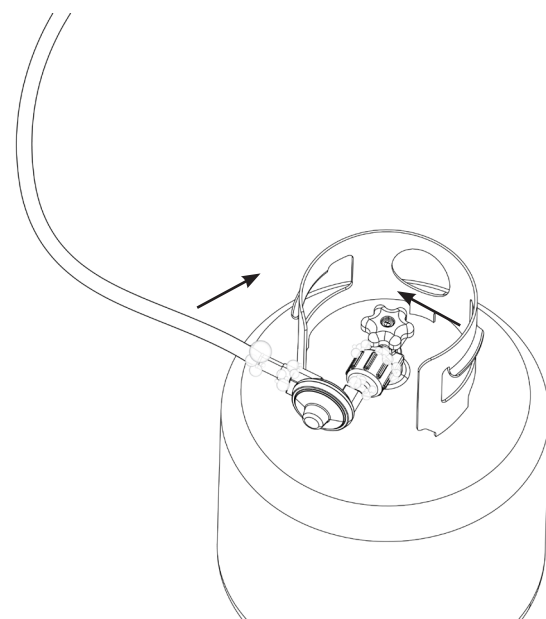

Figura 02
4. Con un pincel limpio, aplique una solución 10/90 de jabón suave y agua en las juntas de las válvulas y el regulador. (Indicado con flechas en la figura 02).